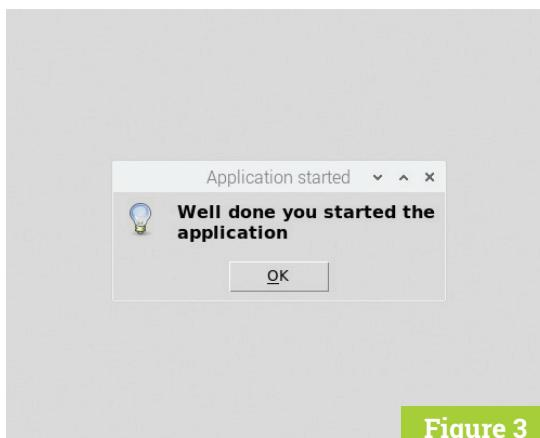

Figure 3
► Figure 3
Un bon moyen d'irriter votre prochain serait p. ex. de l'informer qu'il vient de lancer votre application (fig. 3) :